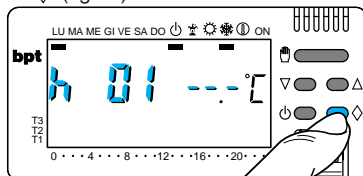

Fig. 66
13.5 - Premere una sola volta il pulsante \diamond (fig.66).